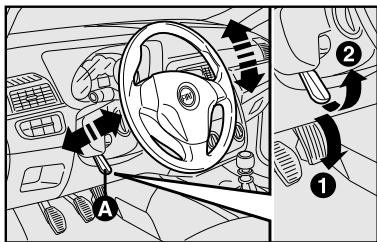

fig. 11
## VOLANTE - fig. 11
- 1) deslocar a alavanca **A** para a posição **1-fig. 11**;